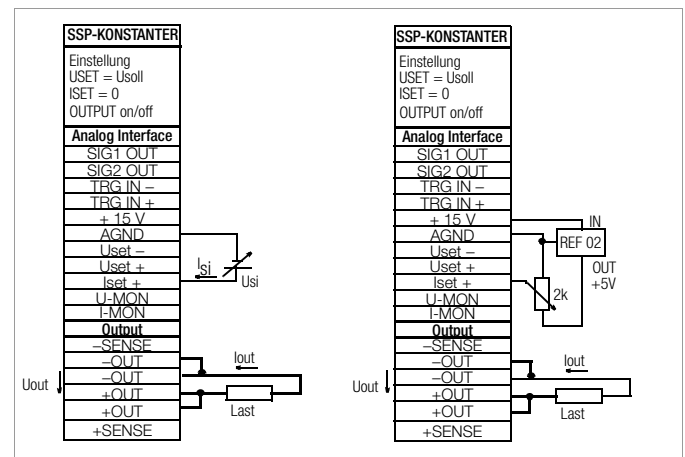

Bild 5.5 Verdrahtung für Steuerung des Ausgangsstromes durch externe Spannung / durch externes Potentiometer
- Die Steuerspannung **U_{si}** darf **lastseitig nicht** mit dem **Ausgangs-Minuspol** verbunden sein. (Bild 5.5)
- Soll die **Ferneinstellung** des **Ausgangsstromes** mittels **Potentiometer** erfolgen, kann die Beschaltung nach Bild 5.5 erfolgen.